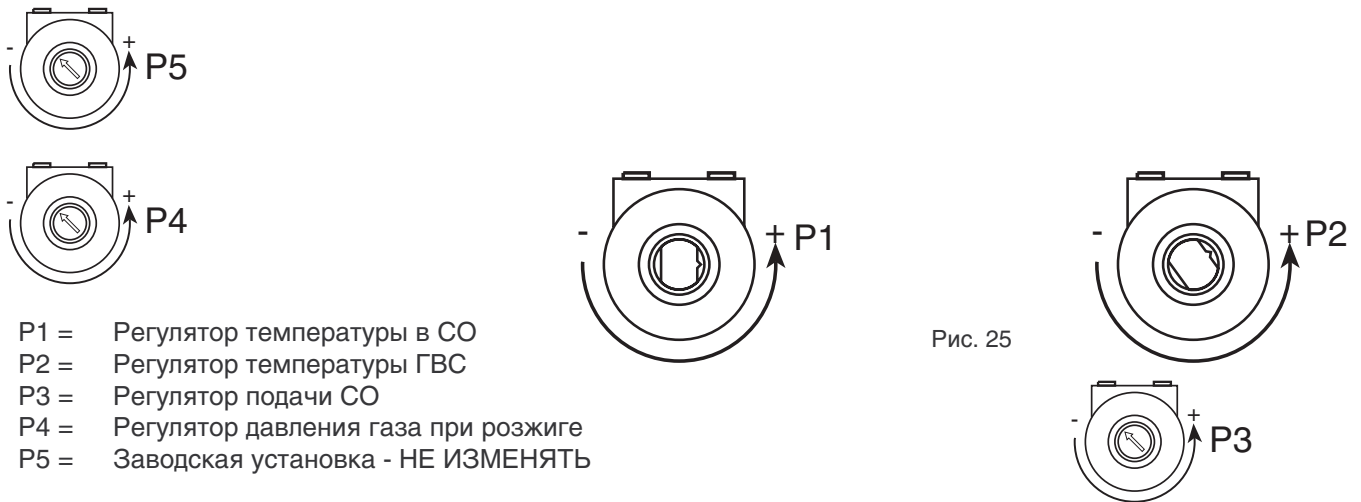

Рис. 25
6.04 Регулирование максимальной мощности системы отопления (рис. 25)